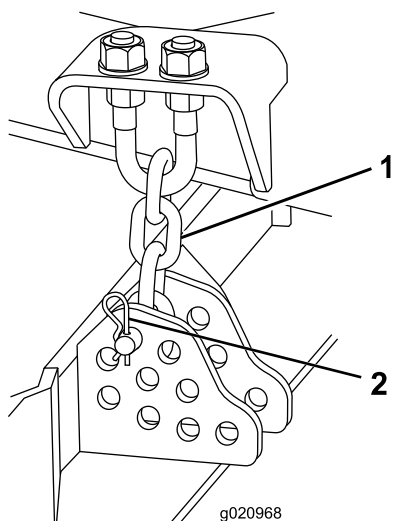

Figura 19
9. Togliete la coppiglia e il perno con testa che fissano le catene dell'altezza di taglio sul retro del piatto di taglio (Figura 19).